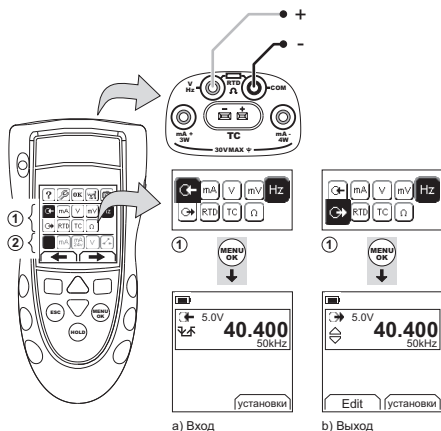

Рисунок 6: Пример конфигурации - Для измерения/поддачи Гц или импульсов
1. Подключите прибор (Рисунок 6) и, при необходимости, отрегулируйте Настройка (Таблица 1).